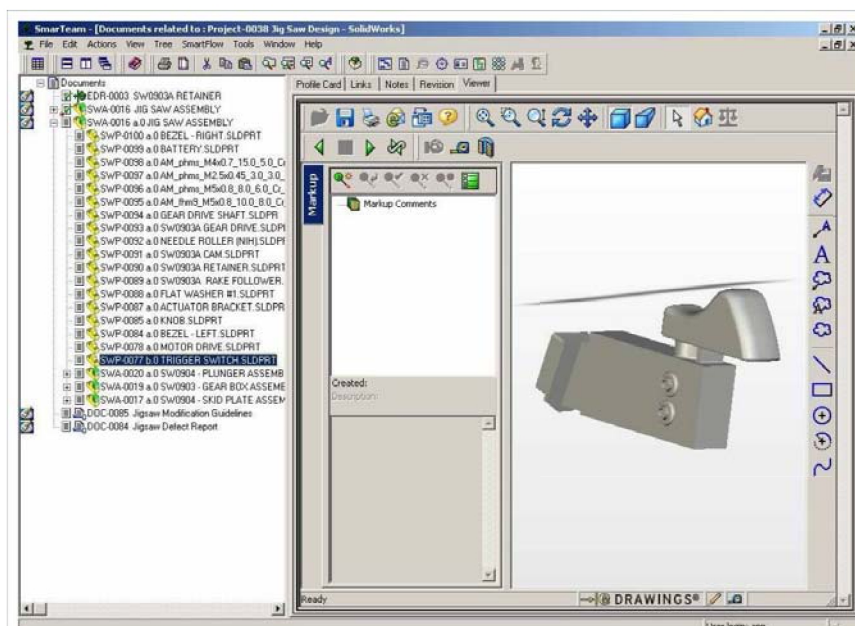

Рис.108
- Выберите узел Trigger Switch (последнюю версию) и щелкните на закладке Viewer (рис. 108).